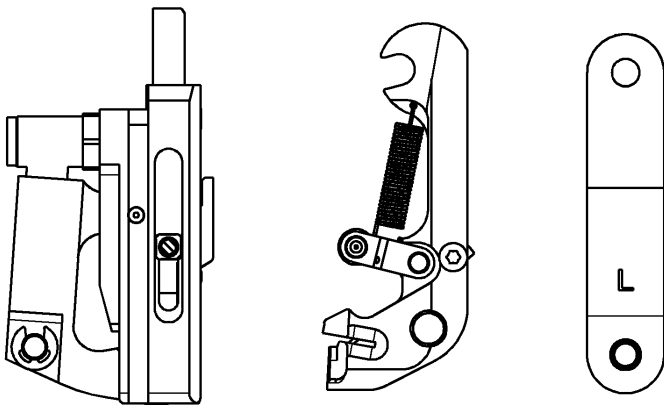
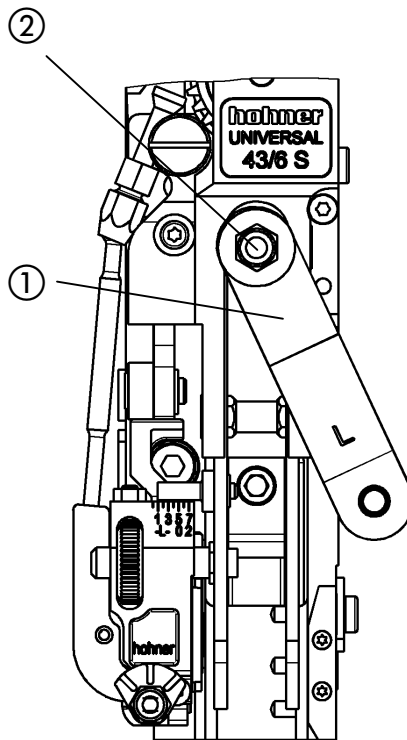
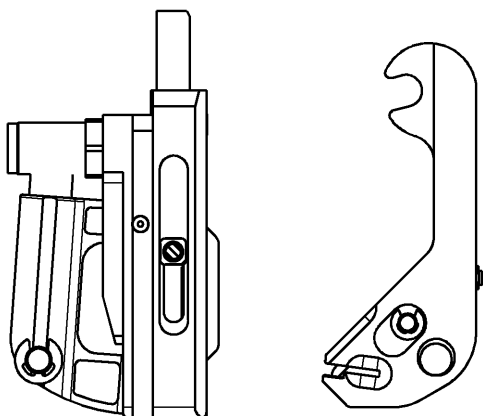

Fig. 20
Fig. 20a
Fig. 21
- Fig. 20 , Fig. 20a y Fig. 21 -